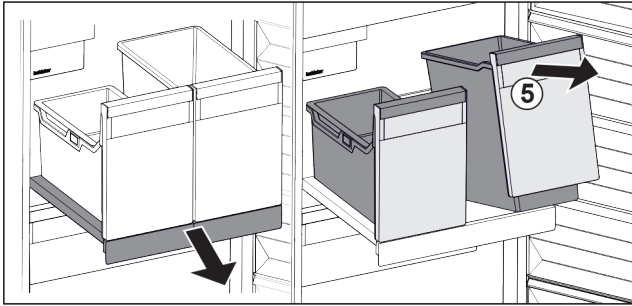

Fig. 99
- ▶ Behälter Fig. 99 (5) vorne anheben.